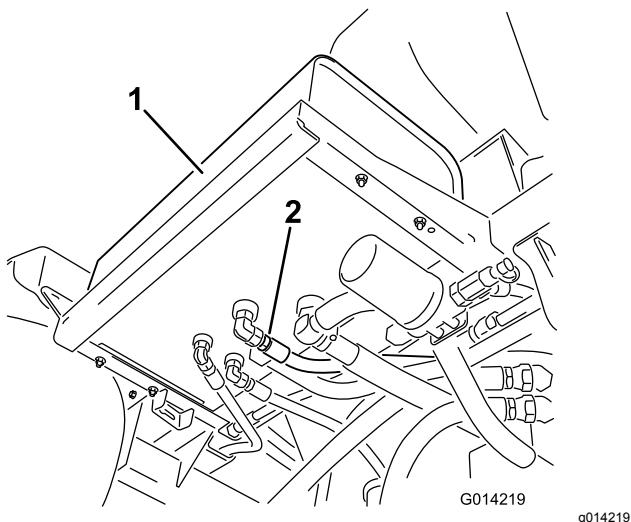

Figura 98
2. Limpie la zona alrededor del acoplamiento de uno de los manguitos hidráulicos, en la parte inferior del depósito de fluido hidráulico (Figura 98).
4. Retire el acoplamiento de manguera del depósito y deje fluir el fluido al recipiente (Figura 98).